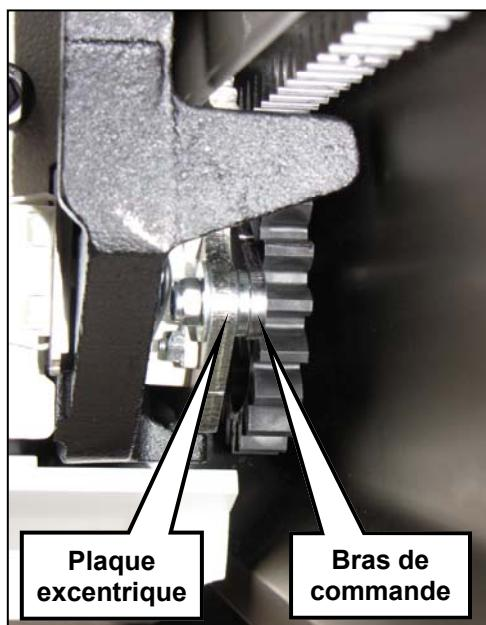

Figure 1
- Pour réinitialiser le régulateur de survitesse, faire monter le monte-escalier à la main à l'aide d'une douille d'entraînement de $\frac{1}{4}$ pouce placée sur l'arbre de commande manuelle du moteur jusqu'à ce que la plaque excentrique soit rappelée à sa position de déplacement (Fig. 1).